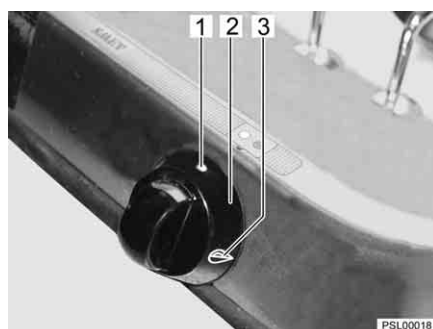

Fig. 53 Elementi di comando del fornello a gas
- Ruotare il pomello girevole (Fig. 53,2) degli apparecchi a fiamma libera desiderati in posizione accesa (fiamma alta, Fig. 53,3).
- Ruotare sulla posizione 0 (Fig. 53,1) il pomello girevole. La fiamma si spegne.